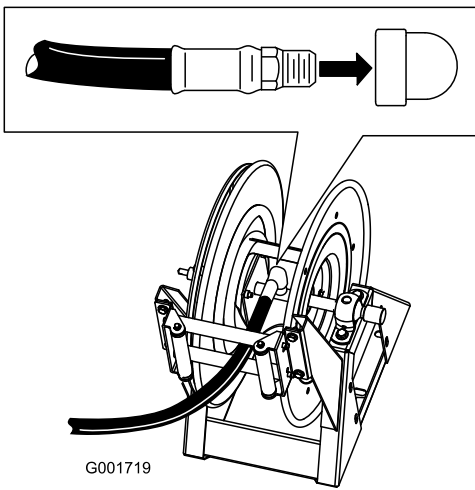

Figure 17
- 1. Enroulez du ruban Teflon® autour du filetage du raccord du long flexible et insérez le raccord dans le tube de raccordement sur le dévidoir (Figure 17).